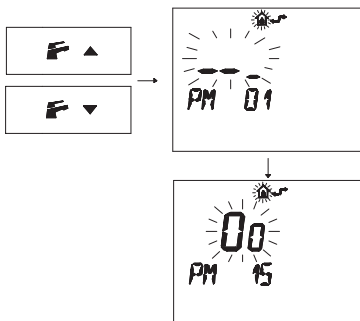

Figura 5.22
• Premere i pulsanti **F**▲ o **F**▼ per visualizzare la programmazione "PM15" abilitazione della sonda esterna (Figura 5.22).